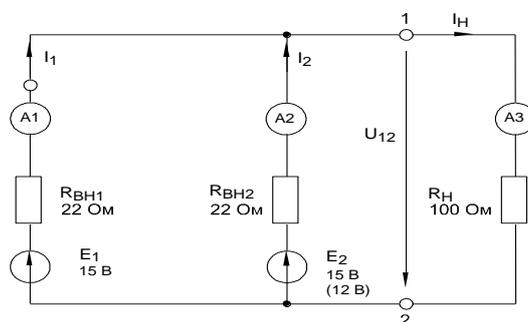

Рисунок 4.4 – Цепь с параллельным соединением источников напряжения
- Соберите цепь с параллельным соединением источников напряжения согласно схеме (рис. 4.4), используя в качестве E_1 нерегулируемый источник напряжения, а в качестве E_2 – регулируемый.